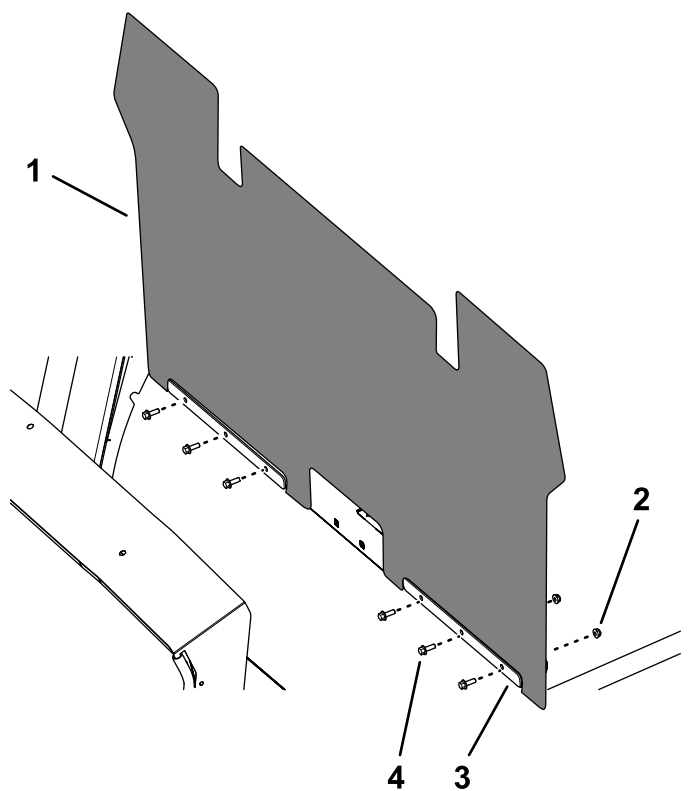

Figura 22
2. Instale la aleta inferior y las pletinas de las aletas con 6 pernos de cabeza hexagonal y arandela prensada (1/4" x 3/4") y 6 tuercas con arandela prensada (1/4"), tal y como se muestra en la Figura 22.